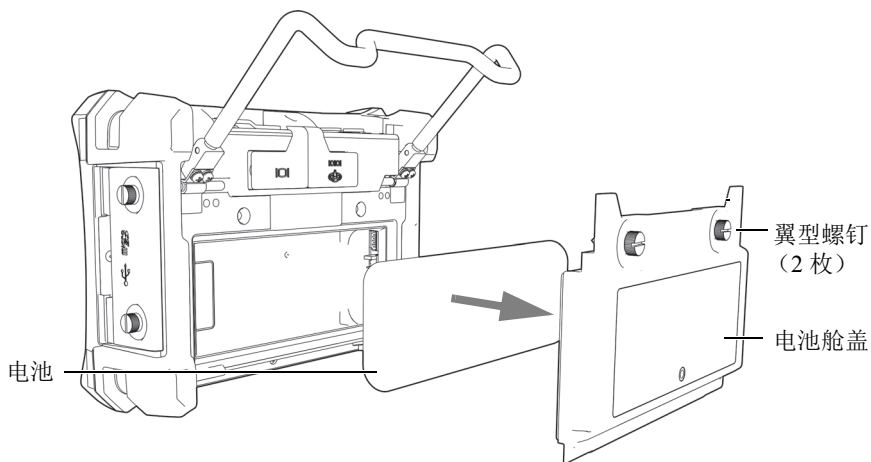

图 1-11 取下电池舱盖，取出锂离子电池
3. 如果装有锂离子电池，将其取出（参见第 27 页的图 1-11）。